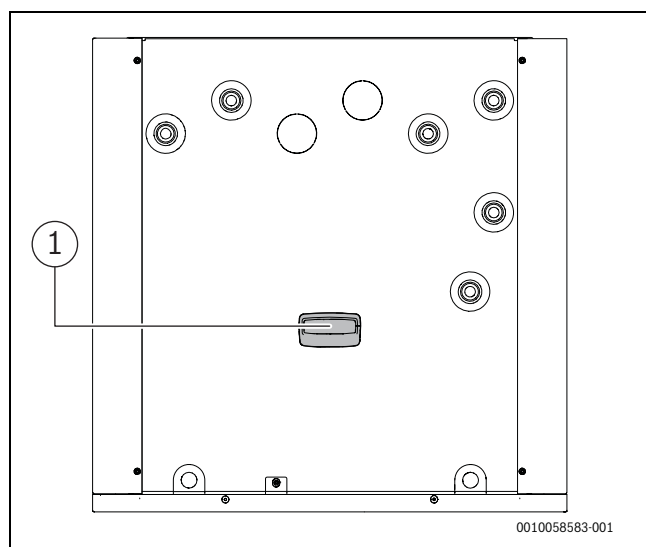

Bild 13 Funkmodul platzieren
- ▶ Modul in den Halter einsetzen (→ [1], Abbildung 13). Wenn das Modul richtig eingesetzt wurde, blinkt eine LED.